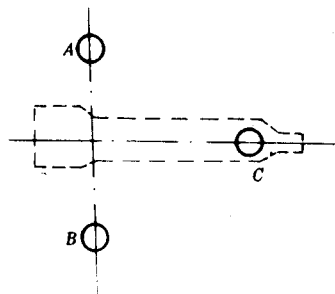

图 2-5
(1) 将仪器安置在稳定的三角架或仪器墩上,使望远镜视准轴垂直于两个脚螺旋 A 、 B 的连线方向,如图 2-5 所示。